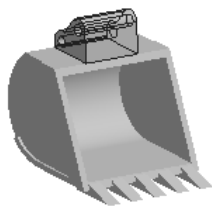
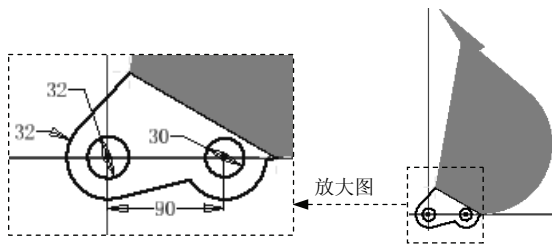

图 6.13 拉伸 4
图 6.14 截面草图
(1) 选择命令。在 **阵列** 区域中单击“镜像”按钮 。
(2) 选取要镜像的特征。在图形区中选取要镜像复制的拉伸特征 3 (或在浏览器中选择“拉伸 3”特征)。
(3) 定义镜像中心平面。单击“镜像”对话框中的 **镜像平面** 按钮 ，然后选取 XY 平面作为镜像中心平面。
(4) 单击“镜像”对话框中的 **确定** 按钮，完成镜像操作。
Step 9 创建图 6.13 所示的拉伸特征 4。
(1) 选择命令。在 **创建** 区域中单击  按钮，系统弹出“创建拉伸”对话框。
(2) 定义特征的截面草图。单击“创建拉伸”对话框中的 **创建二维草图** 按钮 ，选取 XY 平面作为草图平面，进入草绘环境。绘制图 6.14 所示的截面草图。